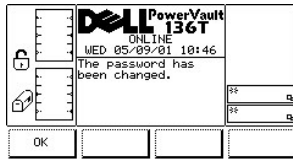

図 83. Setup > Utils > Secure > Password Changed ダイアログ
- n 次に、新しいパスワードを New フィールドに入力して、OK ソフトキーの下にあるボタンを押します。パスワードは変更されますが、保存されていません。図 83 を参照してください。